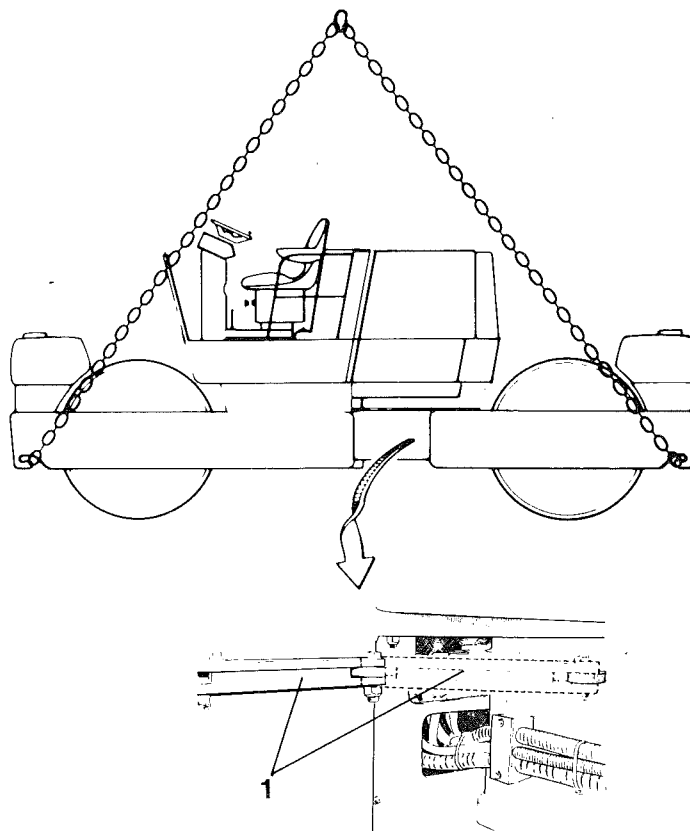

Fig 22
Innan välten lyfts, måste styrleden låsas för vridning. Fäll ut armen och lås fast den i styrleden enligt fig 22.
Glöm inte att återsätta låsanordningen (1), fig 22, innan dieselmotorn startas.